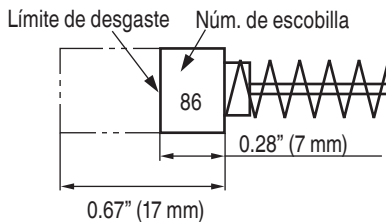

Fig. 10
5. Inspeccionar las escobillas de carbón (Fig. 10)
Utilice las escobillas metabo HPT Núm. 86 indicadas en la Fig. 10.